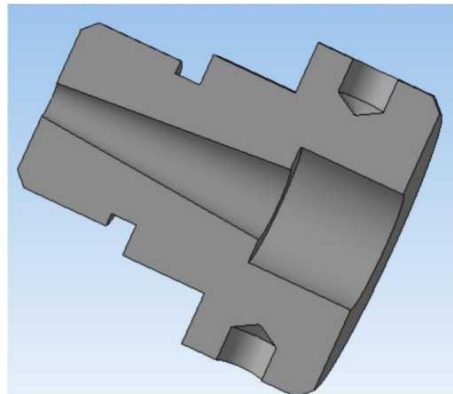

Рисунок 9.
7. Для точной проверки всех внутренних размеров детали сделаем вырез по плоскости ZY , для чего на панели инструментов *Компактная* выберем **Редактирование детали 1** и нажмем кнопку **Сечение поверхностью 2** и выберем плоскость $ZY 3$, рисунок 9.